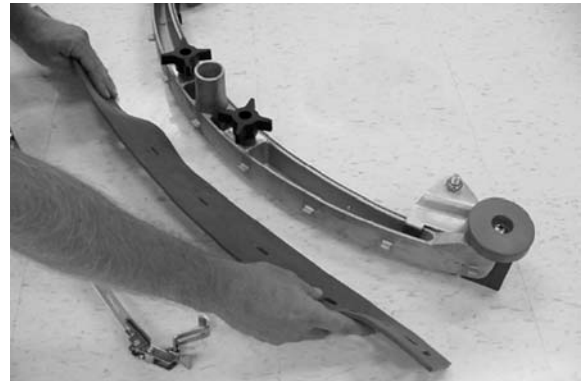

FIG. 37
3. Faites pivoter la lame arrière pour obtenir un nouveau bord nettoyant et réinstallez la bande (Figure 37).